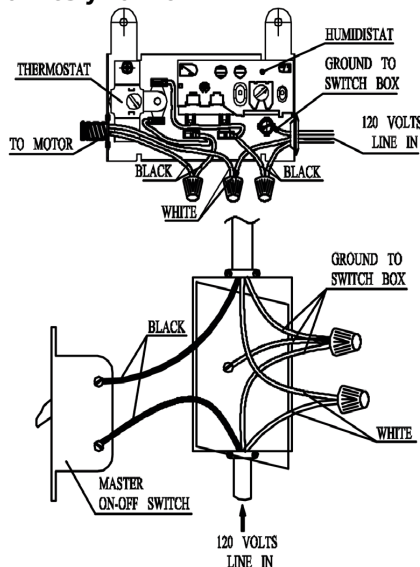

Figura 9 - Diagrama de cableado para la conexión de los cables de 10W195/ 10W198/ 10W199/ 10W201
8. Conecte el cable Blanco y Negro desde la caja de control a las líneas eléctricas controladas por un interruptor de encendido / apagado maestro como se muestra en el diagrama de cableado en la Figura 9 para 10W193 y 10W194. Fig. 10 para 10W195, 10W196, 10W197, 10W198, 10W199 y 10W201.